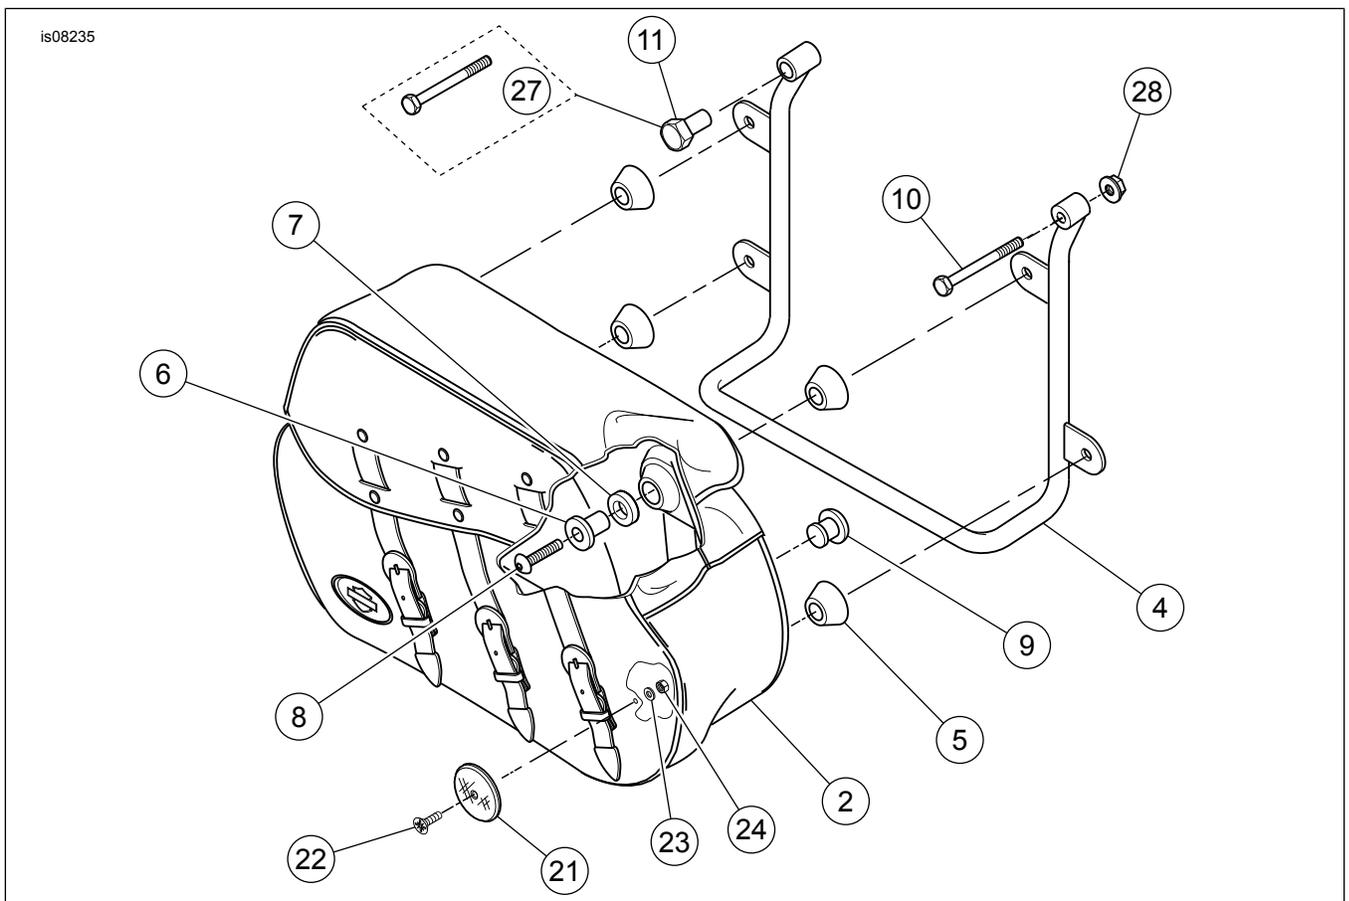

Figura 12. Piezas de servicio (Kit 3 de 3)
1. Vea Figura 12. Coloque la pieza de soporte de la alforja con el agujero de sujeción delantero de la pieza de soporte sobre el espárrago superior del amortiguador trasero (1999 y anteriores) o la ubicación del perno (2000 a 2003). Asegure el agujero de sujeción trasero de la pieza de soporte con el perno de 2-3/4 pulg. (10) y la tuerca de seguridad existente que se quitaron en el paso 4 de la reubicación de la señal de giro trasera. Use la arandela (17) para llenar el espacio entre la cubierta del soporte del guardabarros y la almohadilla de reubicación, si las placas laterales están instaladas. Si no hay placas laterales, coloque la arandela en el exterior de la almohadilla de reubicación.
2. **En los modelos de 1994 a 1999**, asegure el agujero de sujeción delantero de la pieza de soporte con la tuerca cilíndrica (11). **En los modelos 2000 a 2003**, asegure el agujero de sujeción delantero de la pieza de soporte con los tornillos con cabeza hexagonal de 1/2-13 x 3,00 (27). Apriete la tuerca cilíndrica (o tornillo) a 28,5-47,5 N·m (21-35 lb-pie). Apriete el perno trasero de la pieza de soporte (10) a 16,3 N·m (12 lb-pie).
3. Vea Figura 12. Arme una arandela aisladora (7) en un buje aislador (6). Coloque un tornillo (8) a través del buje.
5. Vea Figura 12. Presione el aislador de la alforja (5) sobre el buje con la forma de cono hacia la alforja.
8. Vea Figura 12. Centre el reflector (21) en la esquina inferior trasera de la alforja y marque la ubicación del agujero.
9. Vea Figura 12. Con un punzón abra un agujero en la alforja y coloque el reflector en la posición que se muestra. Use el tornillo con cabeza troncocónica (22), la arandela (23) y la tuerca de seguridad (24).